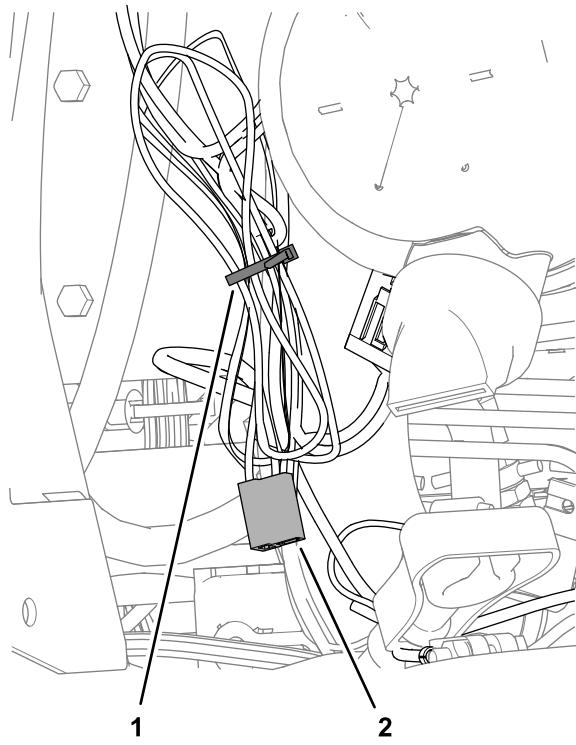

Figure 20
- Rassemblez les fils de la pompe de lave-glace sur la branche non utilisée du faisceau électrique, comme montré à la Figure 20.
- Attachez les fils avec un serre-câble (Figure 20).